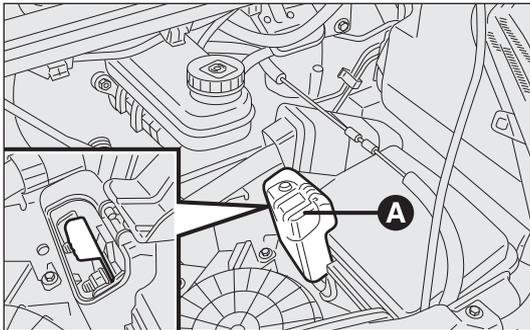

fig. 152
- levante la tapa A para poder alcanzar la conexión al polo positivo de la batería fig. 152;